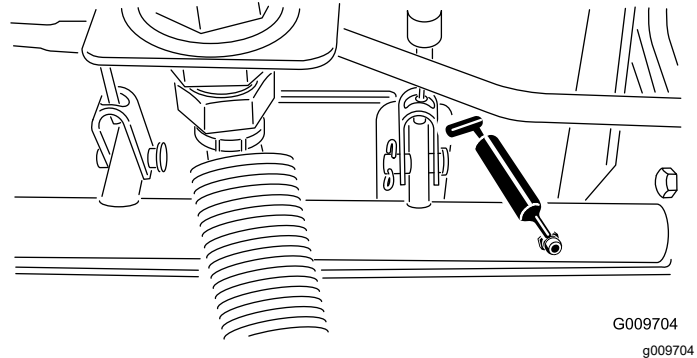

Figure 40
- Roulements d'axes de pivots de freins (5), comme montré à la Figure 40